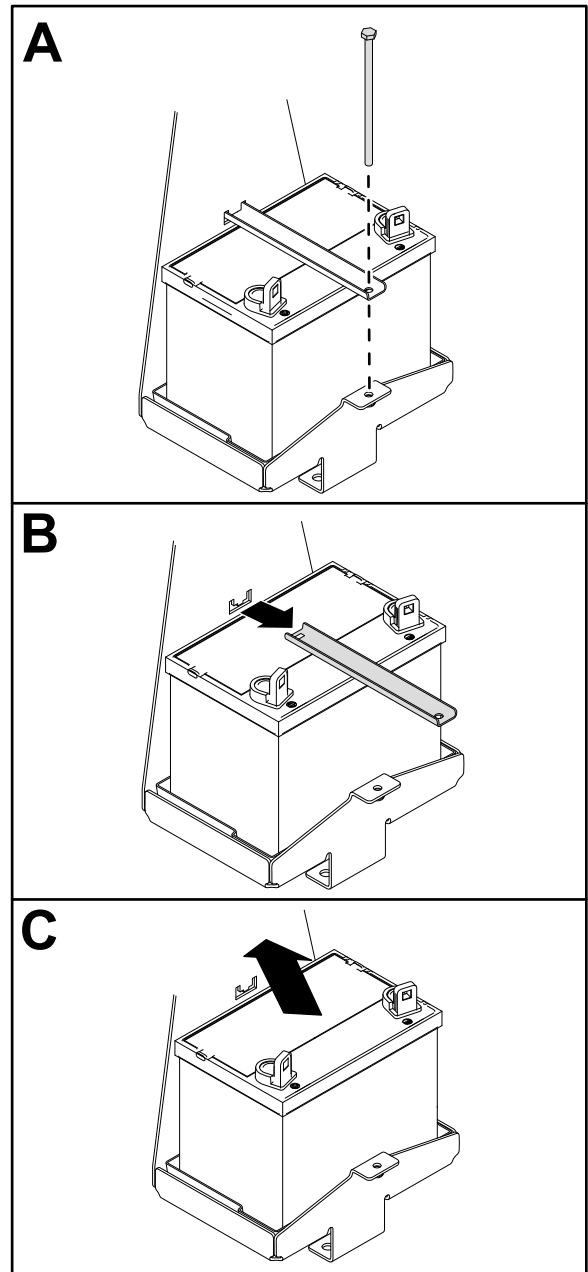

Bild 38
2. Nehmen Sie die Batterie heraus, wie in Bild 38 abgebildet.